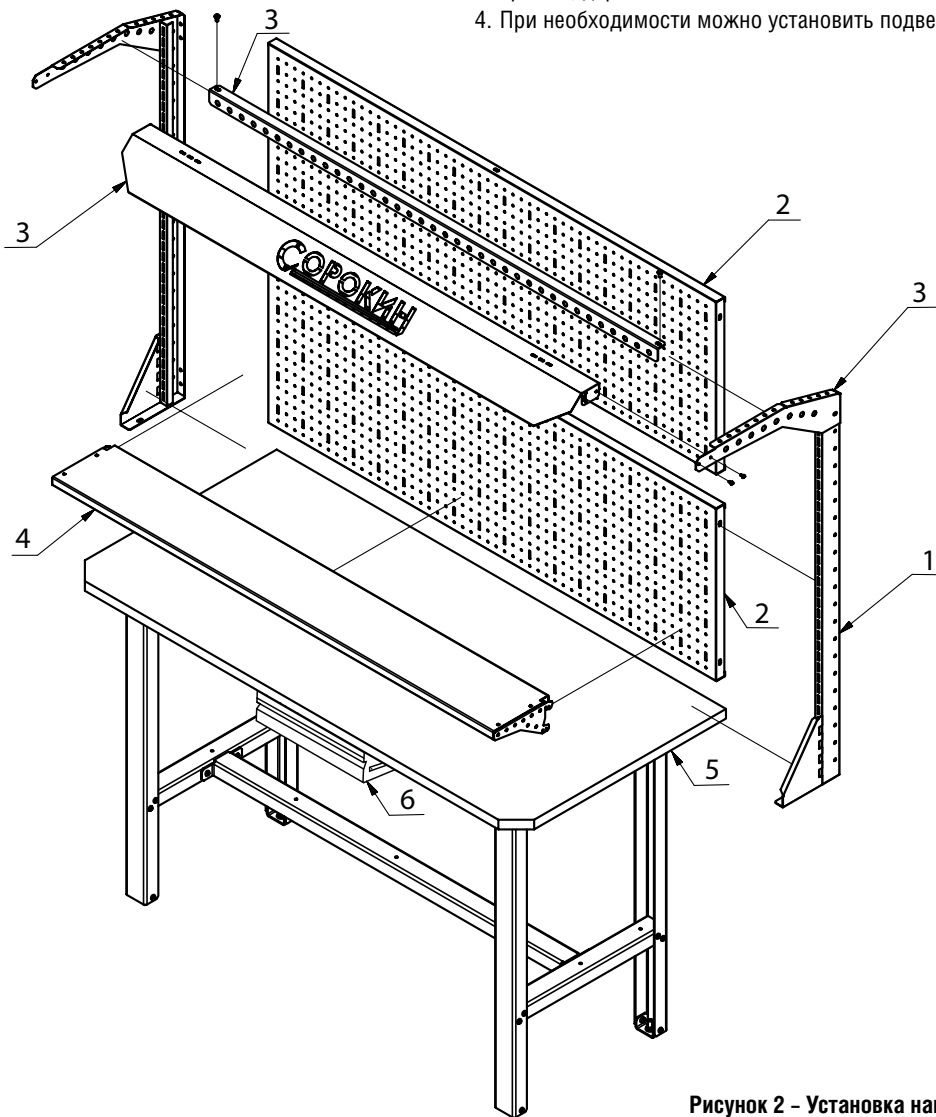

Рисунок 2 – Установка навесного оборудования
На рис. 2 показана схема сборки стола с перфорированными панелями (2), козырьком светильника (3) и полкой (4).
2. Установите опоры перфорированной панели (1) на столешницу (5), при этом используя весь крепёж входящих в комплект поставки опор. Задвиньте в пазы опор перфорированные панели, скрепите их болтами между собой, и закрепите их к опорам (1).
3. Произведите сборку и установку светильника (как указано на рис. 2). Установите на перфорированные панели необходимые крючки, держатели и полки.
4. При необходимости можно установить подвесной ящик (6).